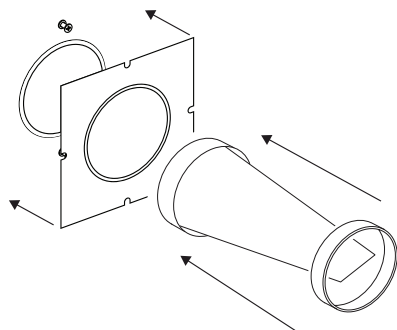

Рисунок 6.7. Установка фильтра и уплотнительного элемента
- Приклейте уплотнительный элемент на стену. Вставьте фильтр в трубу (рис. 6.7). Край фильтра должен быть углублен в воздушном канале не менее чем на 20 мм.